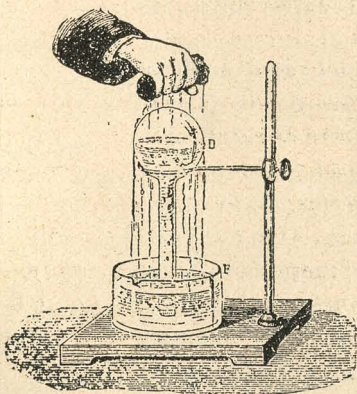

Fig. 96.—Experimento de Franklin.
2. **Experimento de Franklin.** — Se puede obtener el mismo resultado del modo siguiente: se toma un matraz de vidrio *B* (fig. 96) en el cual se hace hervir agua durante algunos minutos. Cuando el vapor ha arrastrado consigo